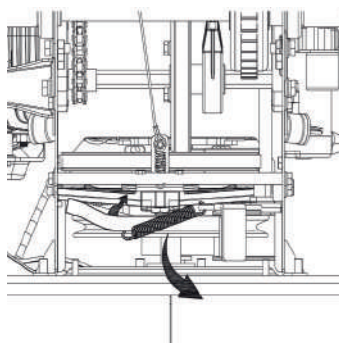

Рис. 28
- б. Отсоедините пружину опорного кронштейна от рамы. См. рисунок 28.